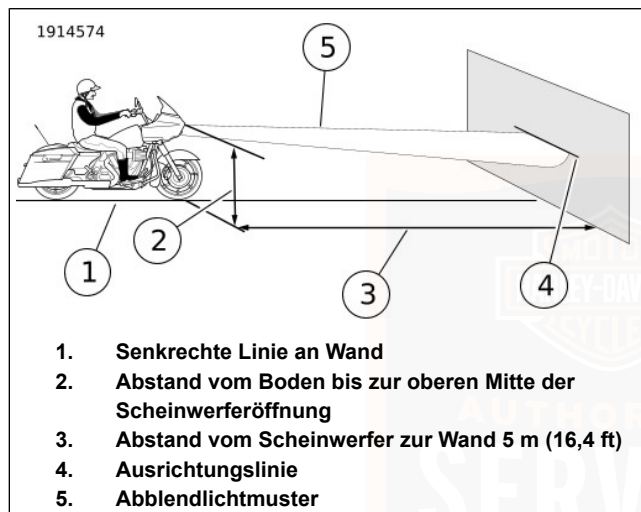
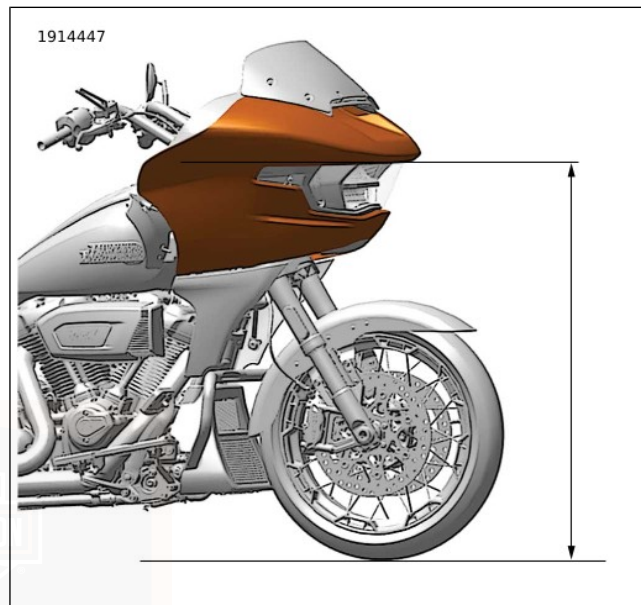

Abbildung 115. Rahmenmontierte Verkleidung: Scheinwerferausrichtung
Abbildung 116. Rahmenmontierte Verkleidung: Vom Boden bis zur oberen Mitte der Scheinwerferöffnung
1. Siehe Abbildung 115. Das Motorrad im rechten Winkel zur Wand (1) abstellen, sodass der Vorderreifen geradeaus auf die Wand zeigt.
2. Das Motorrad mit dem angegebenen Abstand von der Vorderseite des Scheinwerfers zur Wand (3) abstellen.
3. Siehe Abbildung 116. Mit dem vorgesehenen Fahrer auf dem Motorrad den Abstand vom Boden bis zur oberen Mitte der Scheinwerferöffnung messen. Den angezeigten Abstand abziehen.
4. Siehe Abbildung 115. Eine Ausrichtungslinie (4) im berechneten Abstand direkt vor dem Motorrad an die Wand zeichnen.
6. Das Abblendlicht ist ausgerichtet, wenn die Oberkante des Abblendlichtmusters (5) mit der Ausrichtungslinie (4) übereinstimmt.
2. Siehe Abbildung 115. Die Einstellschraube im oder gegen den Uhrzeigersinn drehen, um das Abblendlichtmuster (5) des Scheinwerfers nach oben oder unten zu verstellen, bis der obere Teil des Lichtstrahls auf die Ausrichtungslinie (4) trifft.